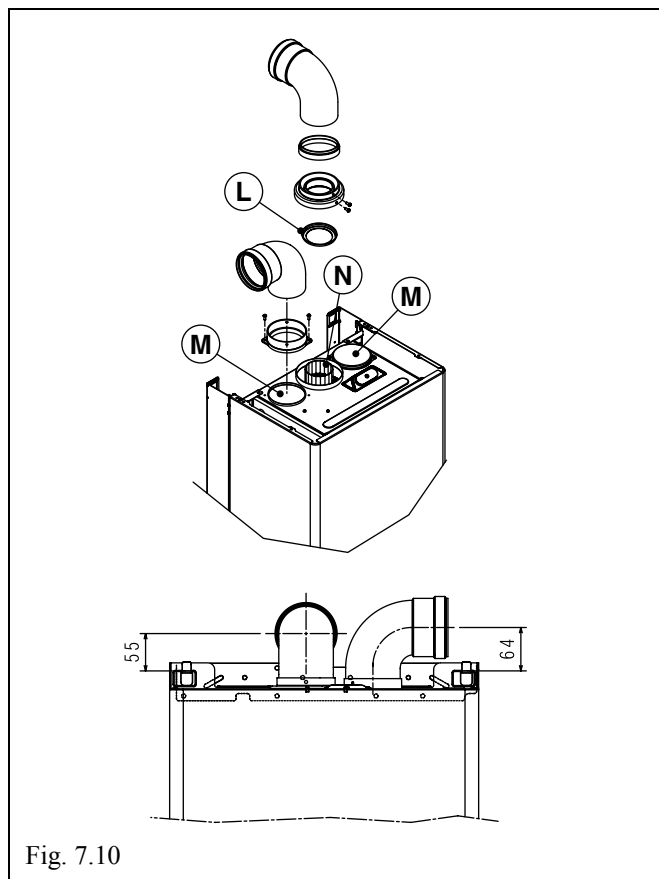

Fig. 7.10
Il condotto di scarico dei prodotti della combustione (N) è indicato in FIG. 7.10.
In FIG. 7.10 sono riportate le quote di riferimento per la tracciatura dei fori attraversamento muro Ø85 rispetto alla piastra di supporto caldaia.